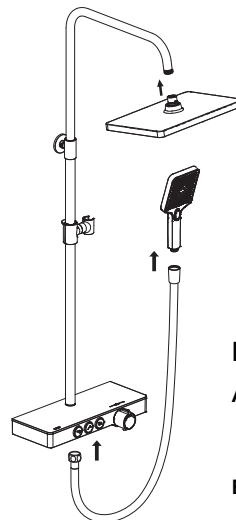

Abbildung 14
- Schließen Sie die Kopfbrause an das Armrohr an (Abbildung 14).